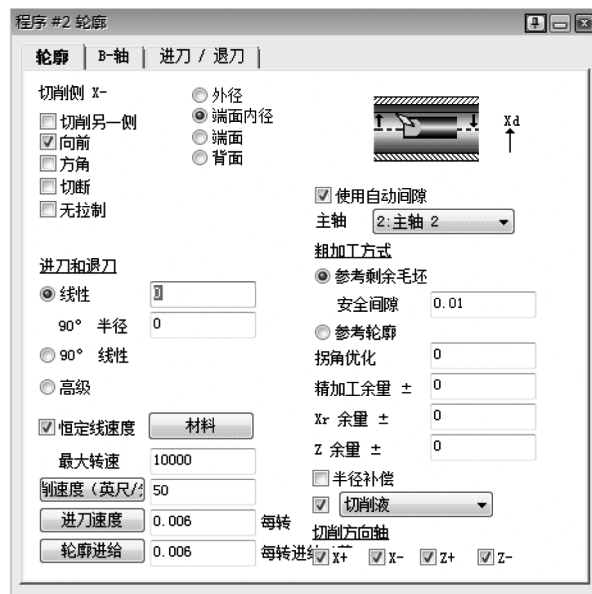

图 6-89 轮廓加工
4) 用#15 刀具为#2 程序创建如图 6-89 所示的轮廓加工。